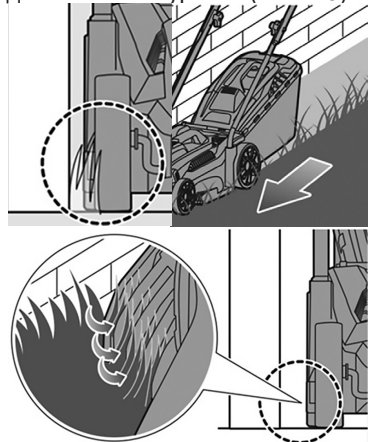

Рис. 13 Положение газонокосилки у стены
- Будьте осторожны при скашивании травы у таких препятствий, как ограждение, стена и т.п. Защитные выступы на корпусе газонокосилки позволяют сделать это аккуратно (Рис. 13).